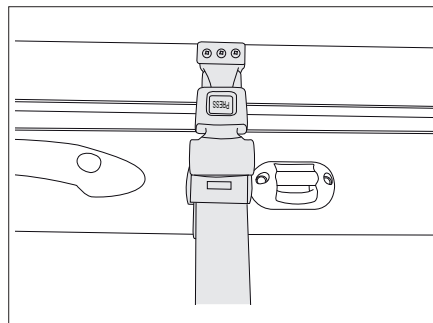

Bild 136 Sicherungsgurt
- Den Sicherungsgurt (Bild 136) lösen.
- Den Sicherungsgurt (Bild 136) anbringen.